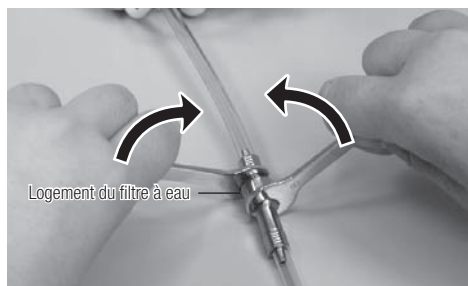

Fig. 25
- 1) Débranchez l'alimentation en eau à laquelle la station PRESTO AQUA LUX est connectée. Utilisez deux clés (5x8) comme indiqué Fig.25 et tournez dans la direction indiquée. Si le tuyau d'eau est tordu suite à cette opération, retendez-le en relâchant les clés et veillez à ce que le tube situé entre le filtre à eau et l'appareil soit bien droit.